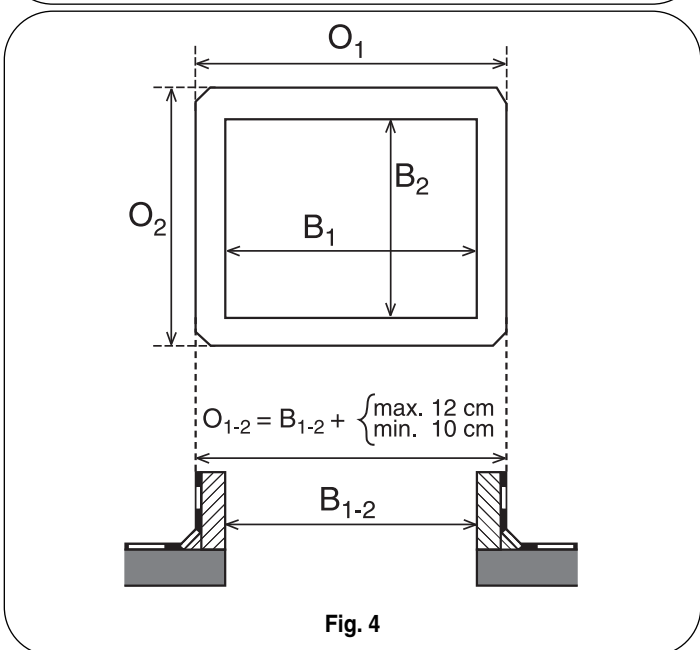

Fig. 4
1.4 Other curb (see fig. 4)
1.4 Anderer Aufsatzkranz (siehe Bild 4)